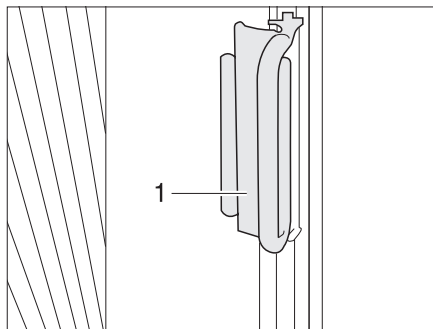

Fig. 14 Impugnatura della tendina oscurante pieghevole del parabrezza
- Spingere le tendine oscuranti pieghevoli del parabrezza sotto le coperture sui montanti A afferrando le impugnature (Fig. 14,1) ed inserire l'impugnatura sotto la copertura. La tendina oscurante pieghevole è ora bloccata.